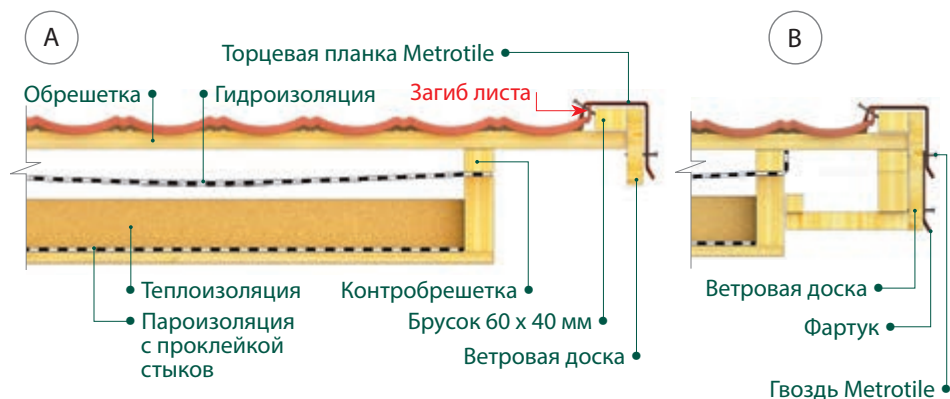

Рис.16 А,В. Монтаж черепицы на фронтоне. Разрез
Смонтируйте кровельные листы заподлицо с торцами брусков обрешетки РИС. 16. При помощи гибочного станка или ручного гибочного приспособления отогните вверх на 90° края листов на расстояние 30–40 мм РИС. 17.2. К брусу 60 x 40 на обрешетке прикрепите ветровую доску сечением 25 x 130 мм.
- Сечение узла крепления торцевой планки см. РИС. 16–А.
- Если толщина кровельного пирога на фронтоне превышает 130 мм, под торцевую планку подложите дополнительный фартук, изготовленный из плоского листа, либо покрывающий фартук. РИС. 16–В